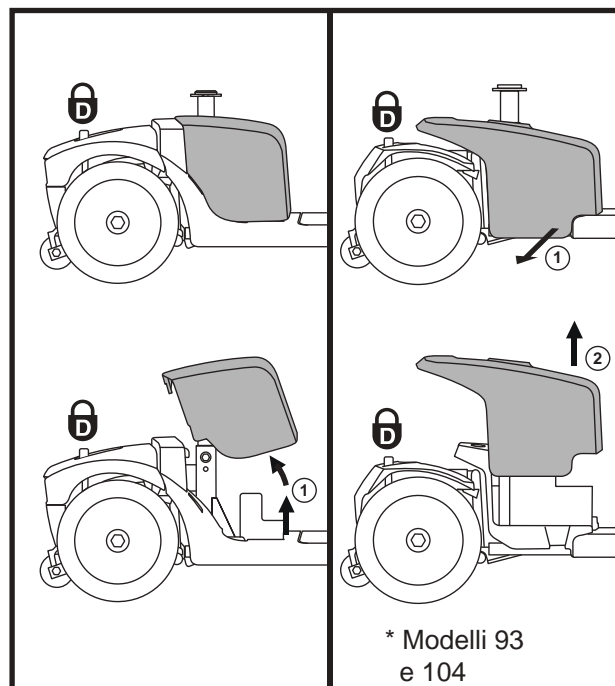

Figura 13. Montaggio e rimozione della scocca delle batterie
1. Rimuovere il sedile e la scocca posteriore. **Vedere figura 13.**